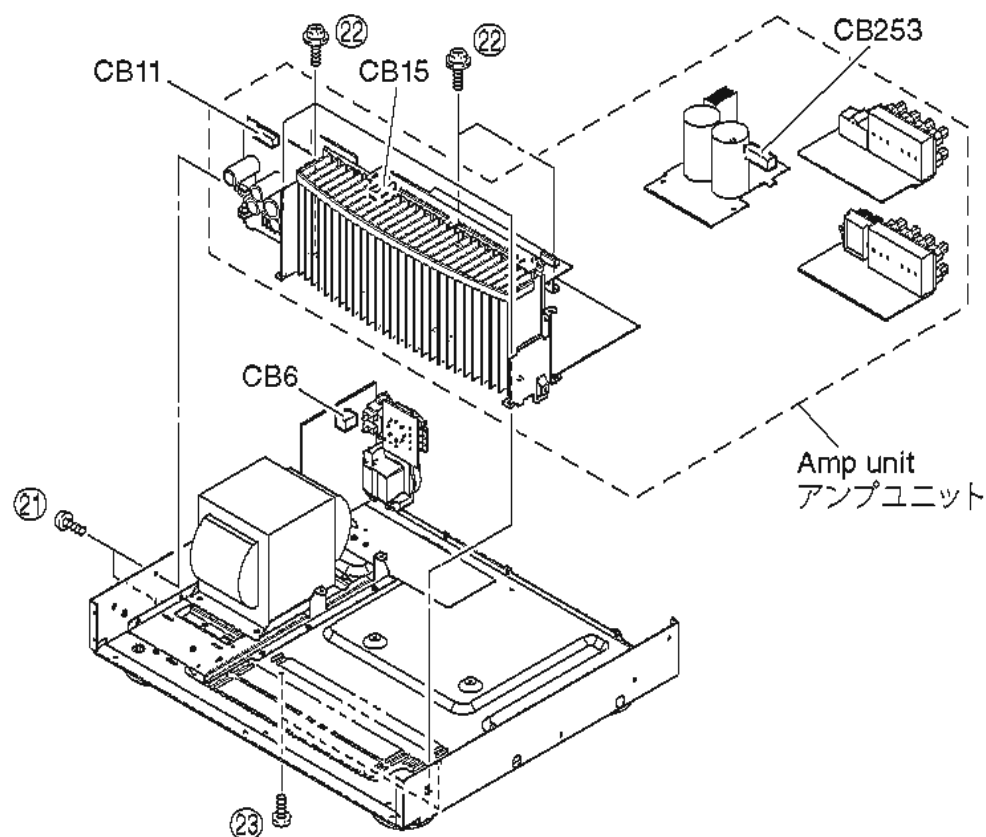

Fig. 10
- a. Remove 2 screws (21), 5 screws (22) and 2 screws (23). (Fig. 10)
- b. Remove CB6, CB11, CB15 and CB253. (Fig. 10)
- c. Remove the amp unit. (Fig. 10)
- a. ②のネジ 2 本、②のネジ 5 本、③のネジ 2 本を外します。(Fig. 10)
- b. CB6、CB11、CB15、CB253 を外します。(Fig. 10)
- c. アンプユニットを取り外します。(Fig. 10)